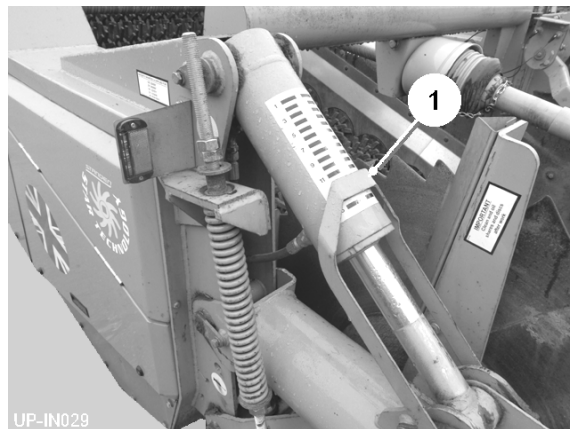

Fig 7a
2. Bemerkn Sie die Lektüre auf dem Tiefenanzeiger (item 1, fig 7a).
4. Drehen Sie die Tiefenkontrollwählscheibe bis die Tiefenanzeigergrenzen (item 1, fig 7a) mit der bekannten Lektüre.